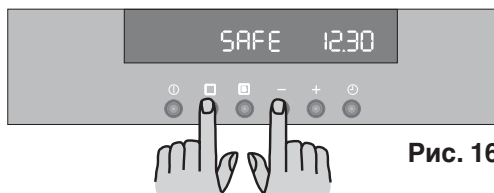

Рис. 16
- 2) Одновременно нажмите кнопки  и  и удерживайте их нажатыми в течение примерно 3 секунд. Вы услышите звуковой сигнал, а на дисплее высветится слово “SAFE” (Рис. 16).